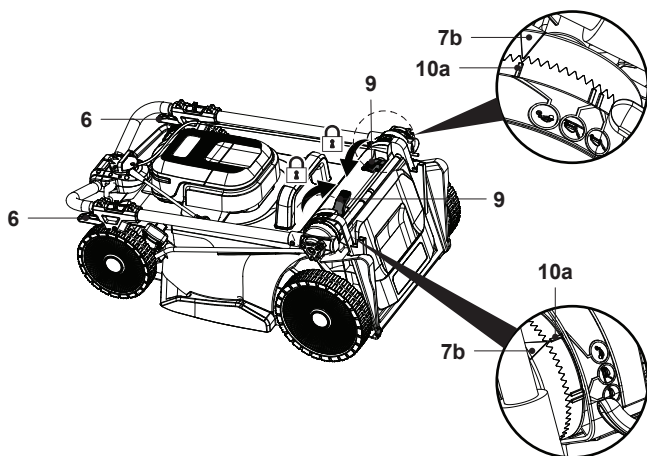

Fig. 24
8. Pentru a economisi spațiu, deschide cele două manete de blocare (6) și introdu mânerul superior până la capăt, strânge conexiunile (6, 9) și asigură-te că triunghiul indicator (7b) este aliniat cu indicatorul de parcare (10a) pentru a evita extinderea (fig. 24).